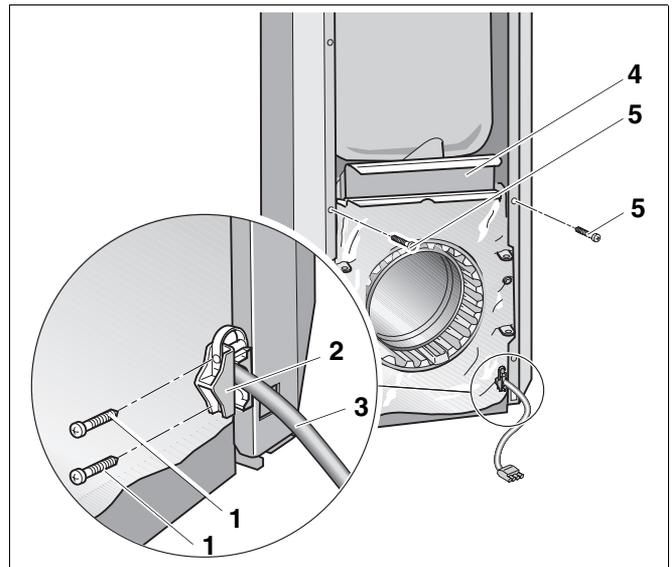

Abb. 16 Brennerkabel verlegen
- Seitenwand mit einer Schraube (Abb. 16, **Pos. 5**) an der vorderen Traverse (Abb. 16, **Pos. 4**) sichern.
- Brennerkabel (Abb. 16, **Pos. 3**) in Zugentlastung (Abb. 16, **Pos. 2**) einlegen.
- Brennerkabel (Abb. 16, **Pos. 3**) über die Zugentlastung (Abb. 16, **Pos. 2**) mit zwei Blechschrauben (Abb. 16, **Pos. 1**) sichern.